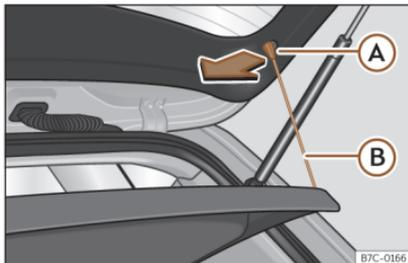

Fig. 105 Dans le coffre à bagages : dépose et repose de la plage arrière.
- Décrochez les tirants de fixation >>> **fig. 105 (B)** de leurs logements **(A)**.
- Accrochez les tirants de fixation >>> **fig. 105 (B)** sur le capot de coffre.